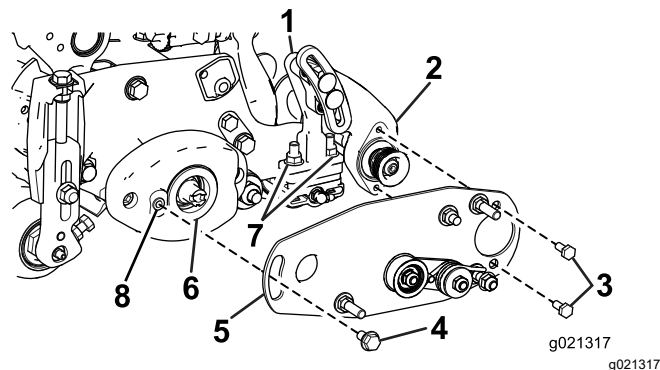

Figura 9
- Utilize um grampo 5/16–18 para remover a tinta das roscas antes de instalar o parafuso com olhal (Figura 9).
- Aplique uma película de massa lubrificante no diâmetro interior do olhal, na caixa de rolamentos (Figura 9).
- Desaperte, mas não remova, os parafusos que fixam a caixa de rolamentos da escova do rolo ao suporte de montagem da mesma (Figura 9).
5. Certifique-se de que a placa da articulação da escova do rolo está configurada de forma a que o conjunto da polia intermédia esteja instalado na parte inferior, como se mostra na Figura 9.
6. Alinhe a placa da articulação da escova do rolo com a caixa de rolamentos da escova do rolo (Figura 9).
7. Aplique Loctite 242 (azul) aos dois parafusos (5/16 pol. x 5/8 pol.) e utilize-os para montar a placa da escova na caixa de rolamentos da escova do rolo (Figura 9). Aperte os parafusos com uma força de 20 a 25 N·m.
- A. Desaperte as (2) porcas flangeadas de retenção que fixam o suporte de montagem da escova do rolo à placa lateral da unidade de corte (Figura 9).
- B. Rode a caixa de rolamentos da escova do rolo, até que a placa da escova fique paralela à placa lateral da unidade de corte (Figura 9).
- C. Aperte as duas porcas de bloqueio flangeadas que fixam o suporte de montagem da escova do rolo à placa lateral da unidade de corte (Figura 9).
4. Aplique Loctite 242 (azul) ao parafuso com olhal (Figura 9).
5. Prenda a placa da escova na caixa da escova do rolo com o parafuso com olhal (Figura 9).